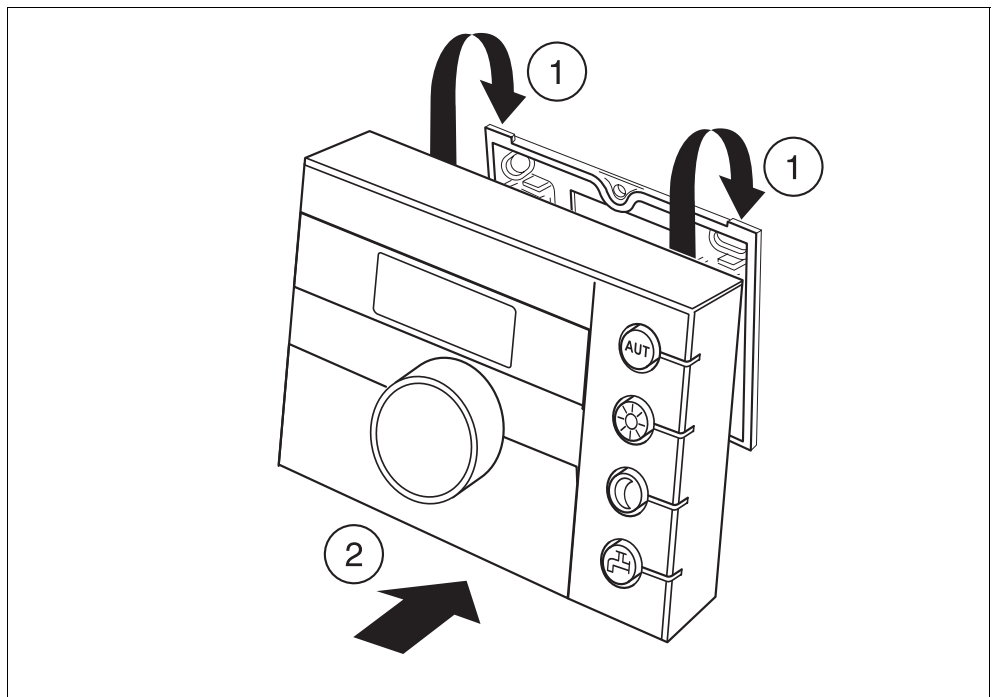

Рис. 5 Установка комнатного регулятора RC20
- Установите комнатный регулятор RC20 сверху на монтажную панель по направлению стрелок (рис. 5, шаг 1).
- Нажмите на регулятор RC20 вниз до щелчка, как показано стрелками (рис. 5, шаг 2).
- Разблокируйте комнатный регулятор RC20 (рис. 5, шаг 2) и снимите его вверх.